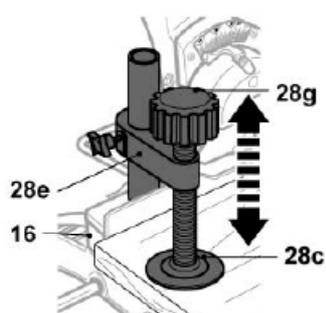

Fig. 43
- > Réglez la plaque [28c] et le support [28e] à la hauteur requise (Fig. 43), puis immobilisez la pièce.